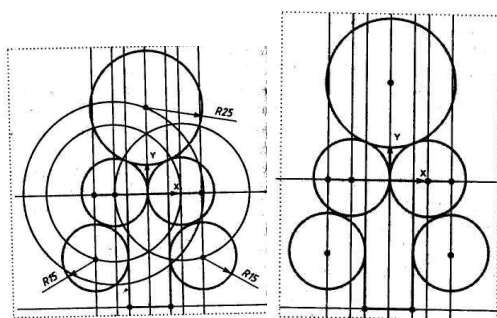

Рисунок 48
9. По команде Касательный отрезок через внешнюю точку  на панели инструментов строим два отрезка, касательные к окружностям  $R15$ , соединяем эти отрезки другим отрезком по команде Ввод отрезка  (см. рис. 48). По табл. 1 вид сопряжения – п.4.